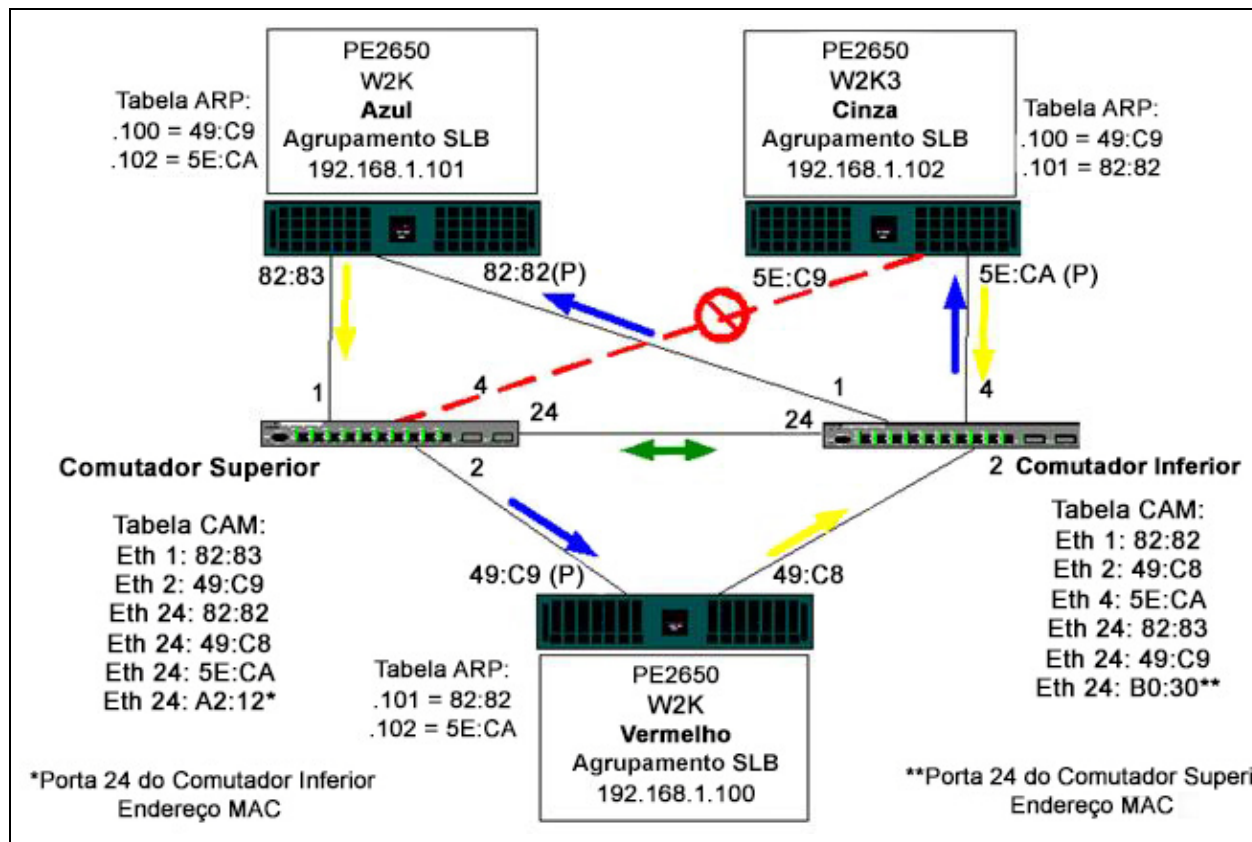

Figura 11-5. Evento de Failover
- A Figura 11-5 é um exemplo de evento de failover com o cabo de interconexão instalado.
A Figura 11-5 representa um evento de failover no qual o cabo é desconectado da porta 4 do Top Switch. Esse é um failover bem-sucedido com todas as estações disparando pings entre si sem perda de conectividade.